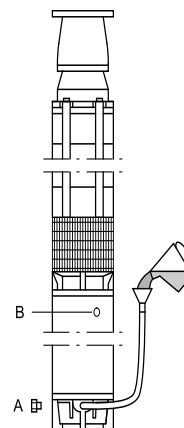

Fig. 4
1. Placera undervattenspumpen som visas i fig. 4.
2. Demontera skruven (A) ur påfyllningshålet och montera anslutningsstudsens med rör och tratt som levereras med motorn.
3. Demontera avluftningsskruven (B) så att eventuell luft i motorn kan komma ut.
5. Avsluta påfyllningen. Montera skruven (B) i avluftningsstudsens och tag bort rör och tratt. Montera skruven (A) i påfyllningshålet.